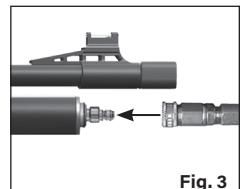

Fig. 3
3. Tilslut hurtigudkoblingen fra dit påfyldningsudstyr til påfyldningsnipl'en på geværet (Fig. 3).